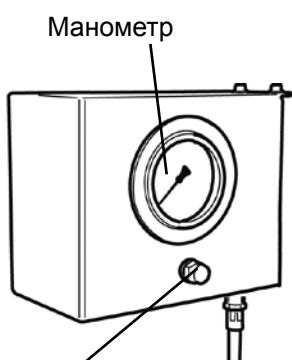
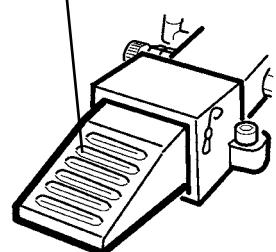

Рис. 18
Рис. 20
- Нажмите и отпускайте педаль для накачивания шин (Рис. 20), проверяя между подачами воздуха давление по манометру (Рис. 18), до полной установки шины на обод.